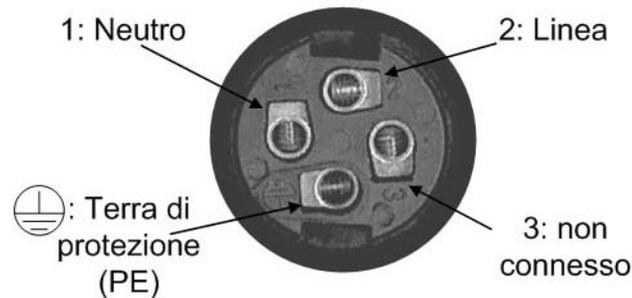

Fig. 13 Connettore Binder
- 2) Intestare il cavo nella controparte del connettore Binder fornita a corredo avendo cura di rispettare le indicazioni presenti sulla plastica in prossimità dei terminali (come indicato in Fig. 13): terminale 1 per il Neutro, terminale 2 per la linea, terminale 3 non collegato, e terminale identificato dal simbolo  per la terra di protezione PE .